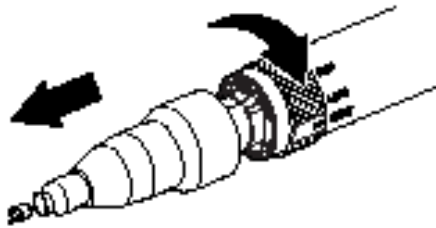

Figura 4 - Retirar a broca e o mandril
3. Retirar o mandril da peça de mão (figura 4).